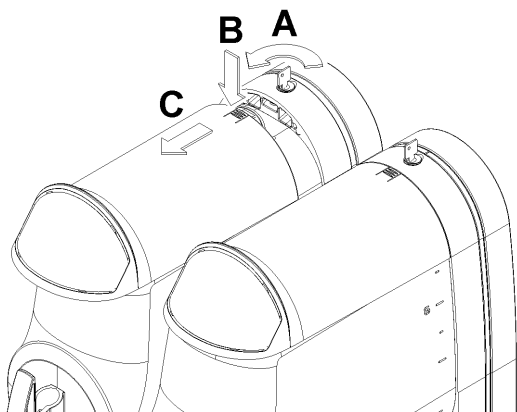

figura 9
- 1 Per rimuovere il coperchio del contenitore, premere il tasto superiore e far scorrere il coperchio stesso verso la parte anteriore del contenitore. Nel caso sia presente la serratura per la chiusura di sicurezza del coperchio, ruotare la chiave in senso antiorario per sbloccare il tasto di apertura (vedere figura 9).